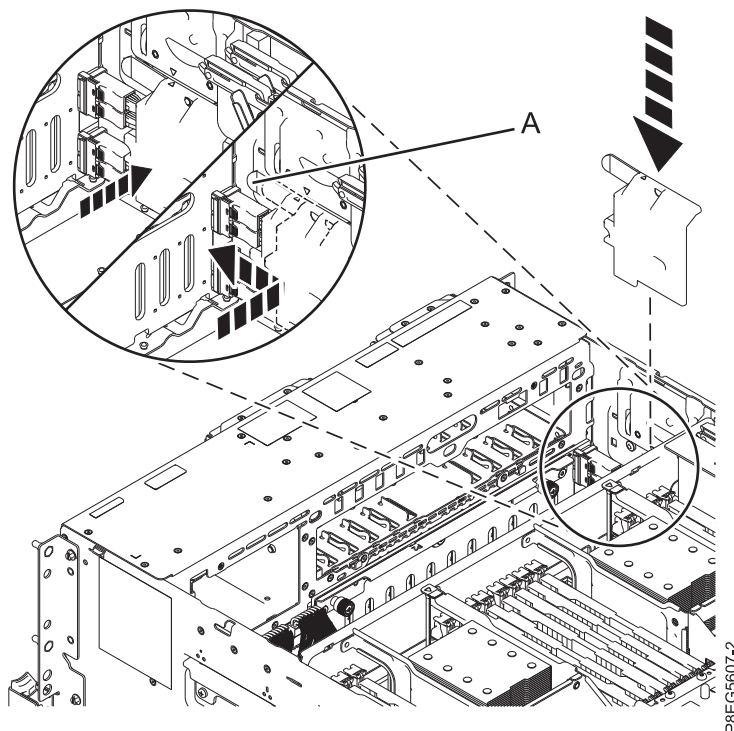

Figura 20. Substituir a tampa de cabos SAS
7. Substituir a tampa de cabos SAS. Coloque as ranhuras da tampa nos pinos laterais do chassis. O símbolo de triângulo na tampa de cabos SAS alinha-se com o símbolo de triângulo na parte lateral do chassis quando as ranhuras da tampa e os pinos estão alinhados correctamente. Empurre a tampa para a frente no sentido da parte da frente do sistema até a pega (A) se fixar. Consulte Figura 20 na página 21.